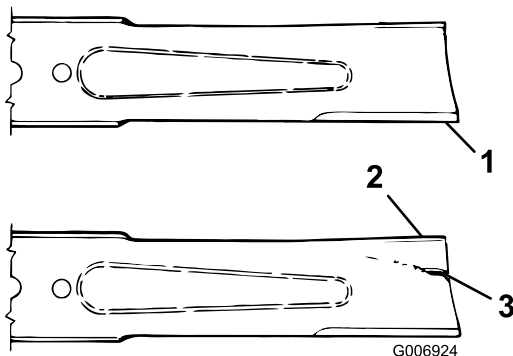

Figure 63
2. Examinez attentivement les tranchants de la lame, particulièrement au point de rencontre des parties plane et relevée (Figure 63). Le sable et les matières abrasives peuvent éroder le métal à cet endroit, c'est pourquoi il est important de contrôler l'état de la lame avant d'utiliser la machine. Remplacez la lame si elle est usée (Figure 63); voir Dépose de la lame.
Si la lame est trop usée, une entaille se forme entre la partie relevée et la partie plane (Figure 63). La lame peut alors se briser et un morceau peut être projeté du dessous de la machine, vous blessant gravement ou une personne à proximité.